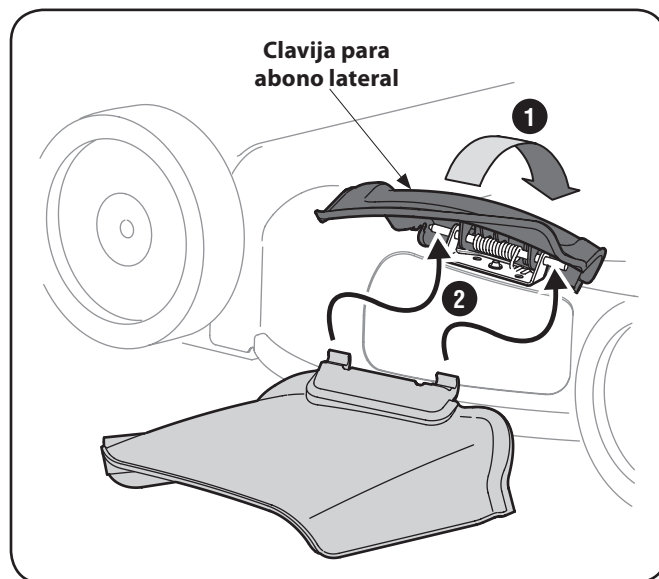

Figure 3-9
1. En el costado de la podadora, levante el adaptador para abono. Vea Figure 3-9.